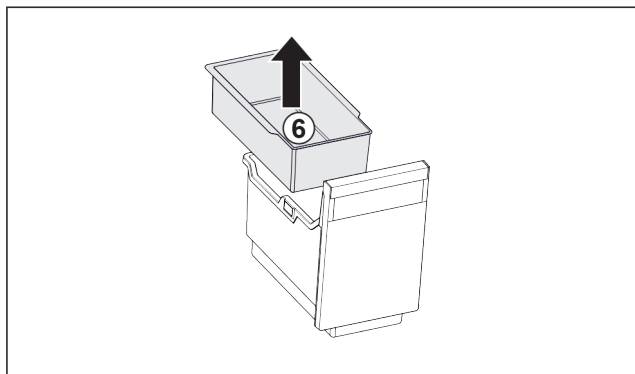

Fig. 42
- Ta ut det hängande facket Fig. 42 (6).